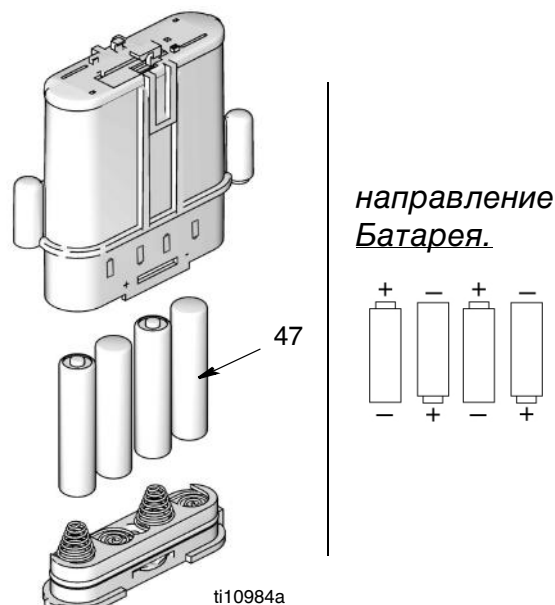

Рис. 37
- Для замены можно использовать только батареи типа и размера, указанные в этом руководстве. Батареи, которые поддерживают ожидаемую продолжительность срока службы: - Energizer E91 - Соблюдайте правильную полярность при установке батарей в их секцию (Рис. 37). Установка соответственно обратной полярности может повредить расходомер. - Не используйте совместно разные типы батарей или старые батареи с новыми. Всегда меняйте сразу 4 старые батареи на 4 новые.
3. Установите новые батареи. Направление установки батарей см. на Рис. 37.